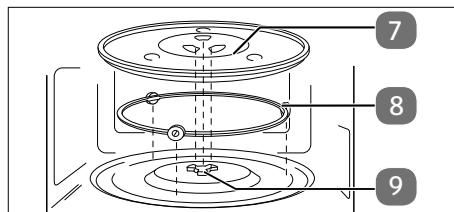

Fig. 5 – Inserimento del piatto girevole in vetro
- ▶ Inserire l'anello girevole nell'incavo del vano di cottura, quindi collocare il piatto girevole in vetro sopra l'albero di trasmissione in posizione centrata (**vedere Fig. 5**), in modo che le nervature del piatto girevole in vetro poggiino tra le alette dell'albero di trasmissione.